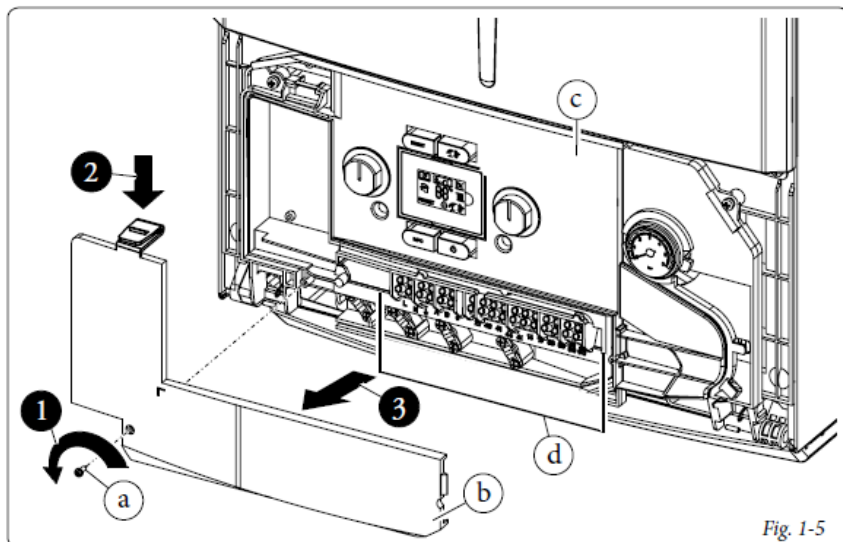

Fig. 1-5
• Deschiderea compartimentului de conexiuni al panoului de comandă (Fig. 1-5).
- demontați capacul (b fig 1-5).